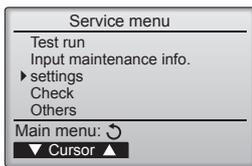

Fig. 6-2
### 6.2. Control remoto (Fig. 6-2)
① (Fig. 6-2)